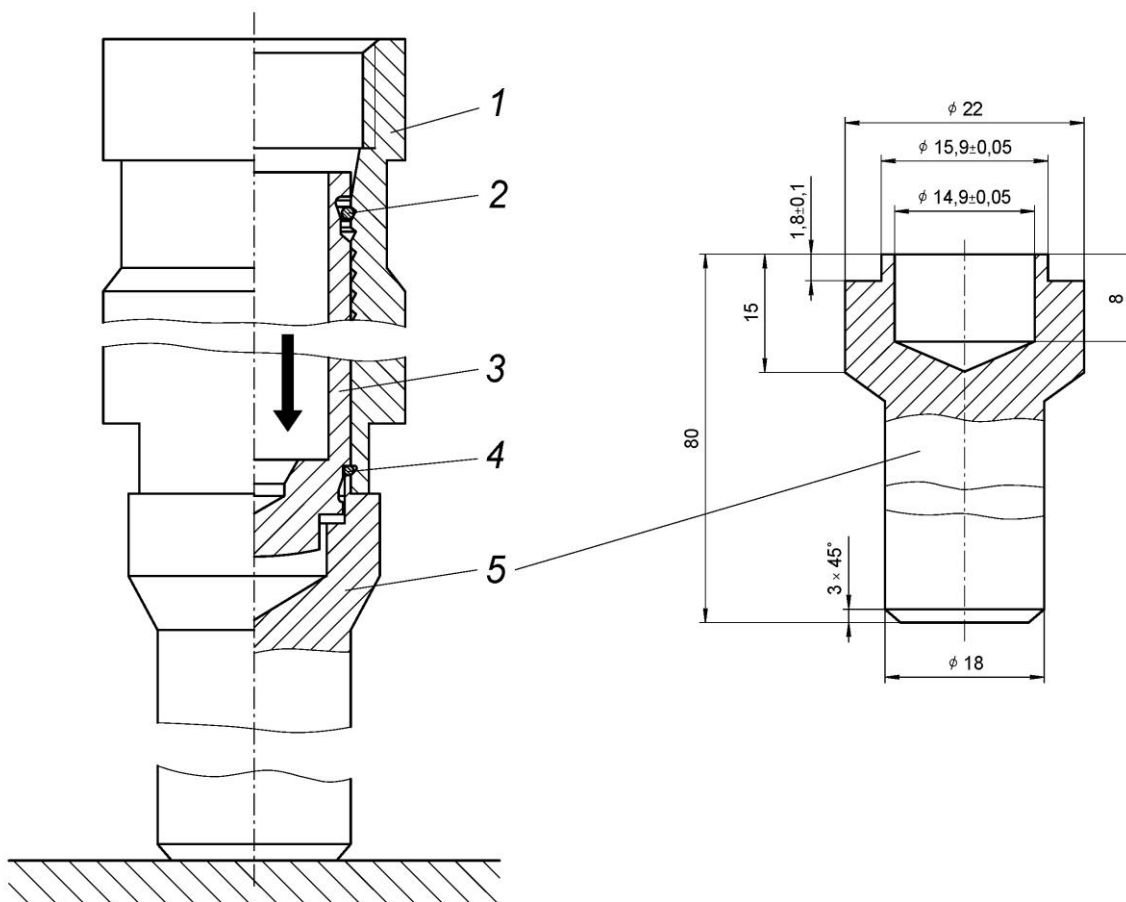

Рисунок 69. Сборка гидронатяжителя с помощью оправки:
- на закрепленную вертикально оправку 5 (рис.69) установить корпус гидронатяжителя 1;